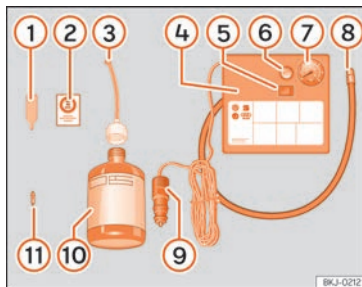

Fig. 98 Représentation standard : contenu du kit anticrevaison.
Le kit anticrevaison se trouve dans le coffre à bagages, sous le revêtement de plancher. Il inclut les composants suivants »» fig. 98 :
Revissez le tuyau de gonflage » fig. 98 ⑧ et vérifiez la pression du manomètre ⑦.